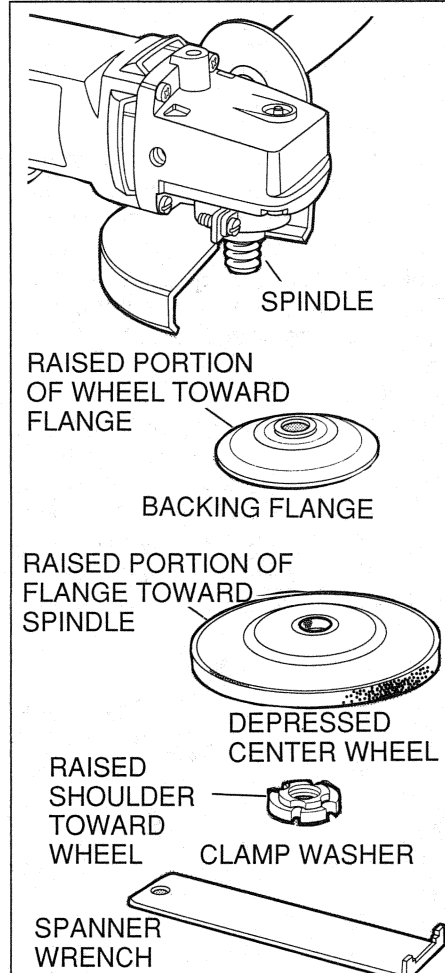

FIG. 3
2. Retirer la tige d'appui universel (fig. 3).
**Meules à moyen creux (fig. 3)**
### Grinding With Depressed Center Wheels (Fig. 3)
2. Remove the universal tool flange. See Figure 3.